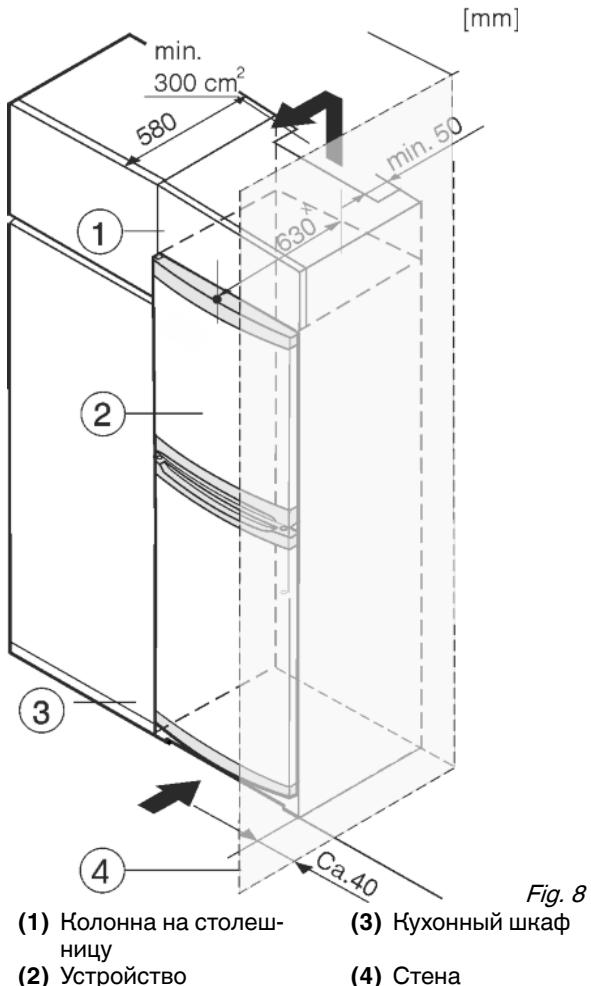

Fig. 8
(1) Колонна на столешнице
(2) Устройство
(3) Кухонный шкаф
(4) Стена
Устройство может быть окружено кухонными шкафами. Чтобы уравнять устройство Fig. 8 (2) по высоте с кухонной стенкой, можно установить над устройством дополнительный шкафчик Fig. 8 (1).
При комбинировании с кухонными шкафами (глубина макс. 580 мм) устройство можно установить непосредственно рядом с кухонным шкафом Fig. 8 (3). Устройство выступает сбоку на 34 мм × и по центру на 50 мм × относительно передней стенки кухонного шкафа.
Если устройство установлено на шарнирах у стены Fig. 8 (4), то расстояние между устройством и стеной должно быть не менее 40 мм. Настолько выступает ручка при открытой дверце.